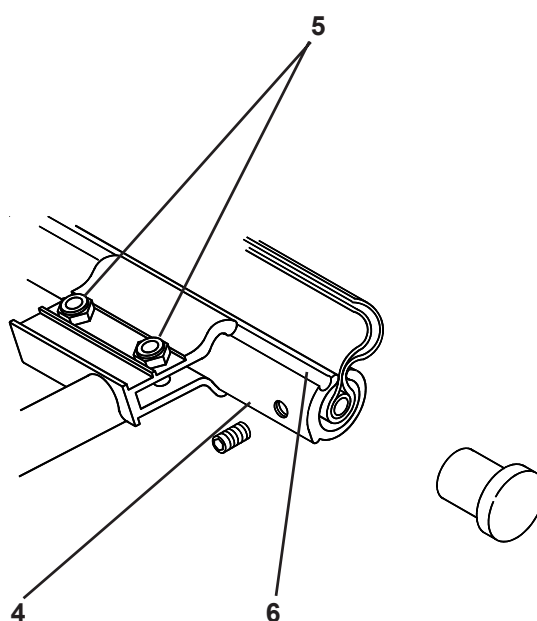

Fig. 46
Om de zitrails (4) te verwijderen moeten de bouten (5) met een 4mm inbussleutel worden losgemaakt. Schuif de zitrail (4) dan uit (Fig. 46, 47).